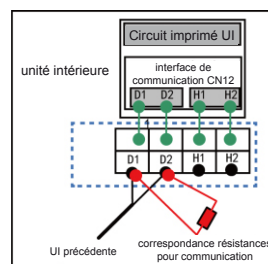

Fig 5.3.2
- (4) Fixer le câble de communication à l'aide de la bride du boîtier électrique.
- (5) Pour une communication plus fiable, s'assurer de connecter la résistance de borne à l'UI la plus en aval du bus de communication (bornes D1 et D2), comme indiqué sur la fig 5.3.2, la résistance de borne est fournie avec chaque UE.